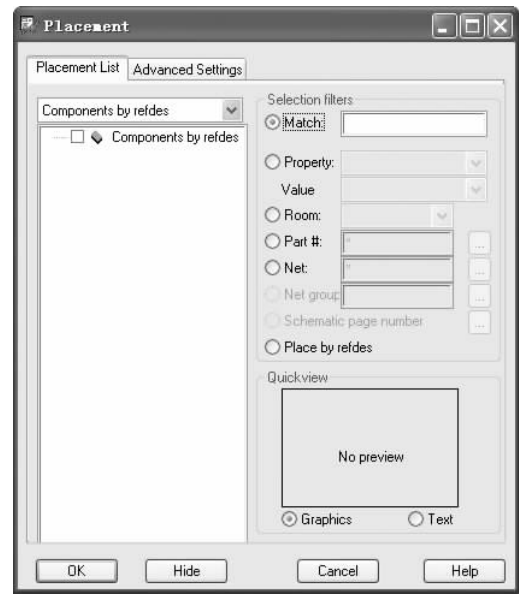
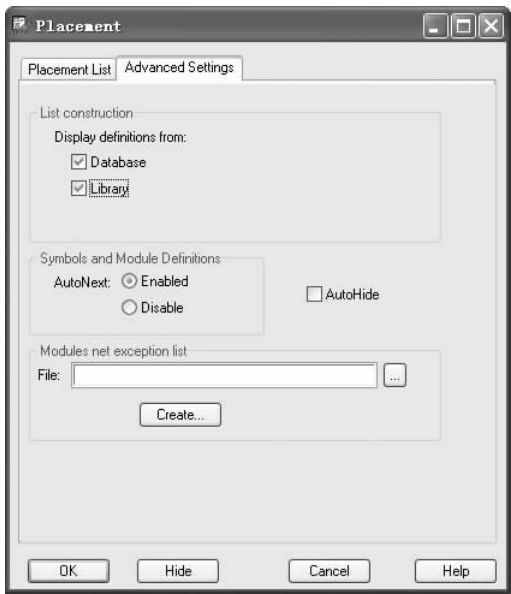

图 10-57 “Placement（放置）”对话框
图 10-58 “Advance Settings（预先设置）”选项卡
1) 执行该命令后，弹出如图 10-57 所示的“Placement（放置）”对话框，如图 10-57 所示。打开“Advance Settings（预先设置）”选项卡，在“List construction（设计目录）”选项组下，勾选“Library（库）”复选框，默认勾选“Database（数据库）”复选框，如图 10-58 所示。